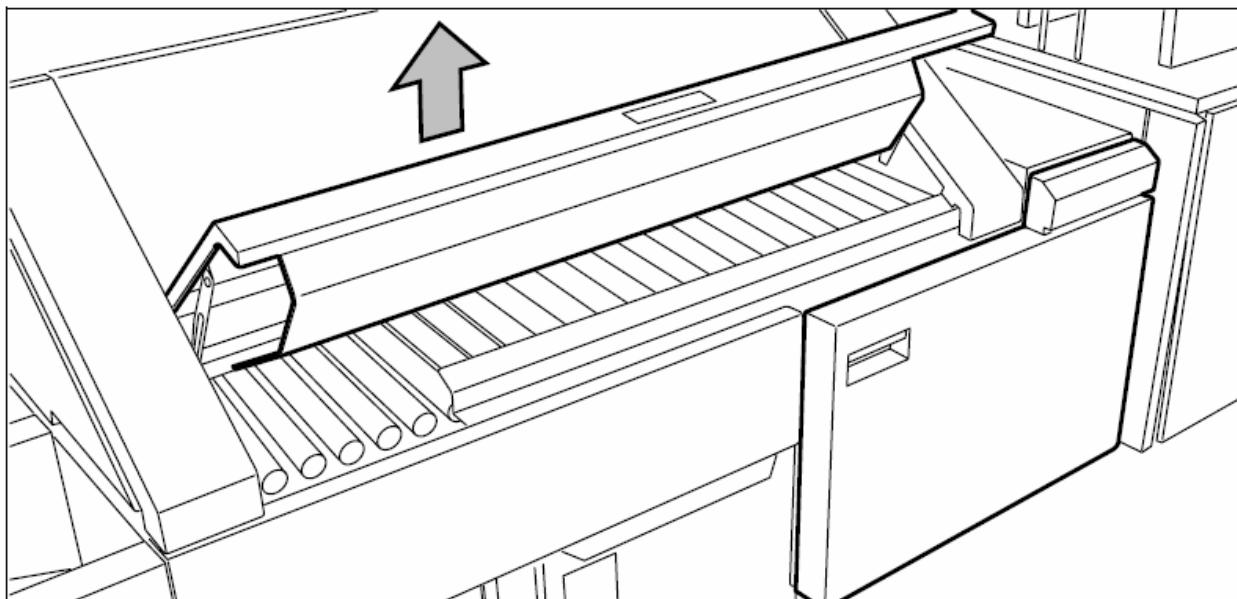

Рисунок 147. Открывание крышки секции транспортировки в фальцевальном устройстве
1. Откройте крышку секции транспортировки в модуле первого стиба в фальцевальном устройстве, и удалите весь носитель, который имеется внутри (смотрите рисунок 147).